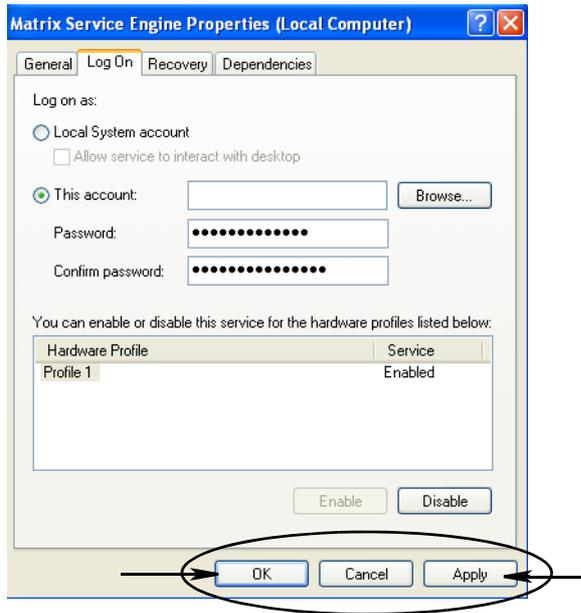

FIG. 60
- Se il computer non riesce a trovare il nome utente, è visualizzato il messaggio di errore illustrato nella FIG. 60, a pagina 55. Passare alla fase j.
- i. Fare clic sul pulsante Applica per applicare le modifiche e quindi sul pulsante OK (Fig. 60).